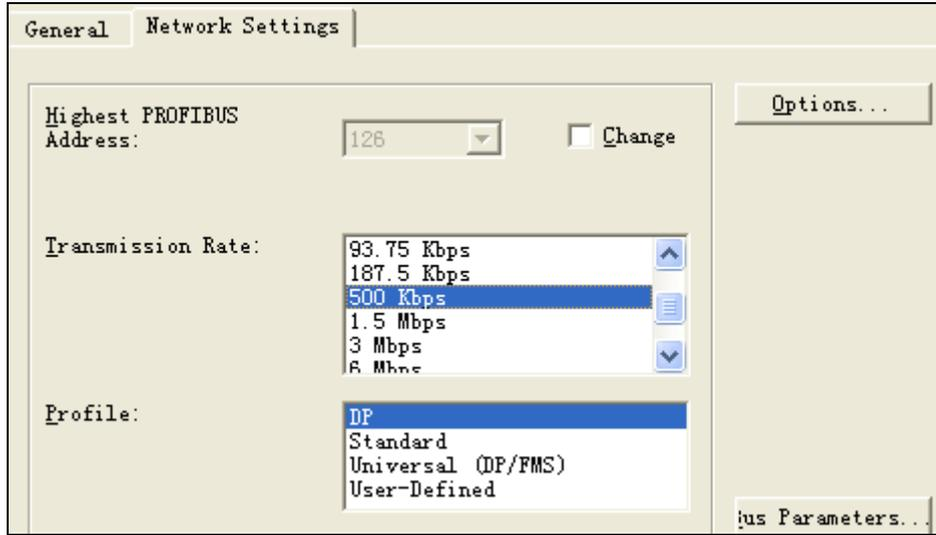

图 3-9 网络设置
(6) 选择“Network Settings”网络设置对话框，将其波特率设置为 500 Kbps，该波特率要与变频器的 DP 通讯波特率设置一致，之后会进行变频器的设置。其他选项保持缺省设置，如图 3-9 所示。